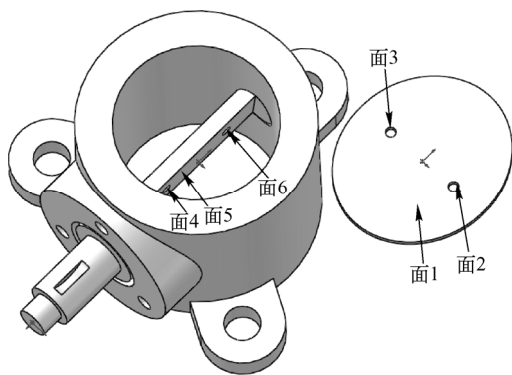
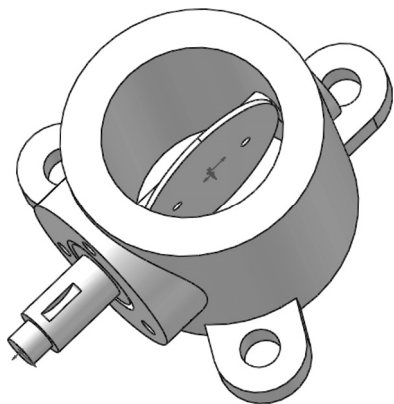

图 11-79 插入“盘”到装配体
图 11-80 配合后的图形 2
**1** 插入“盘”。选择菜单栏中的“插入”→“零部件”→“现有零件/装配体”命令，或单击“装配体”控制面板中的“插入零部件”按钮，在弹出的“打开”对话框中选择“盘”，将其插入到装配界面中，如图 11-79 所示。
**2** 添加装配关系。单击“装配体”控制面板中的“配合”按钮，选择图 11-79 中的面 2 和面 4，添加“同轴心”关系；选择图 11-79 中的面 1 和面 5，添加“重合”关系；选择图 11-79 中的面 3 和面 6，添加“同轴心”关系；单击“确定”按钮，完成盘的装配，如图 11-80 所示。